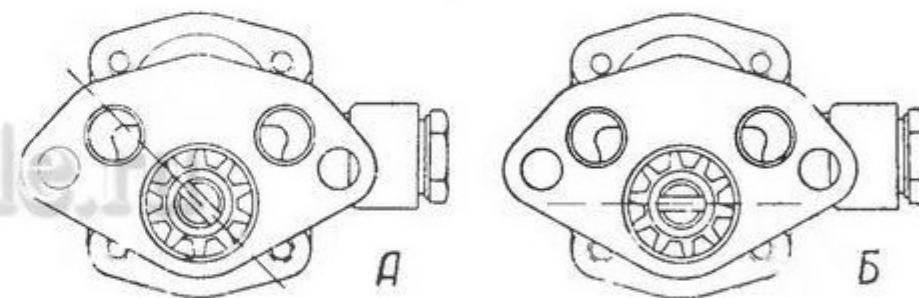

Рис. 16. Положение прорези в валике масляного насоса.
2. Валик насоса повернуть таким образом, чтобы прорезь шипа вала распределителя стала наклонно, как показано на рис. 16А.
3. Осторожно вставить насос на место, проследив за тем, чтобы его шестерня не задевала за стенки отверстия в блоке. Когда шестерни насоса и распределительного вала войдут в зацепление, первая повернется, и прорезь для шипа валика распределителя придет в горизонтальное положение, показанное на рис. 16Б.